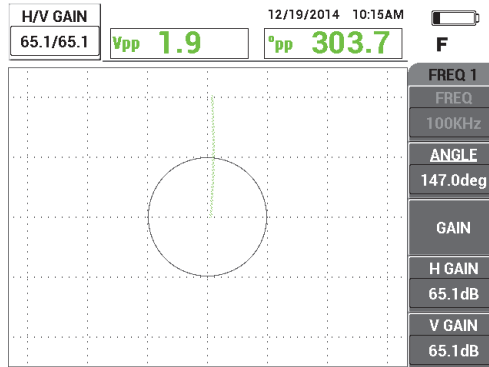

図 5-35 垂直ゲインの調整
5. ゲインキー (**dB**) を一度押し、ノッチの信号が画面の高さのおよそ 80% に達するまで H/V ゲインを調整します (153 ページの図 5-35 を参照)。